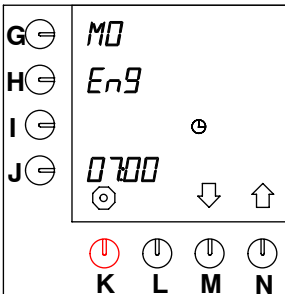

Fig. 30 Ajuste del lenguaje
- Después de 10 segundos, aparece el ajuste por estandar: "EnG" , frente a la tecla de programación, ver fig. 30 .